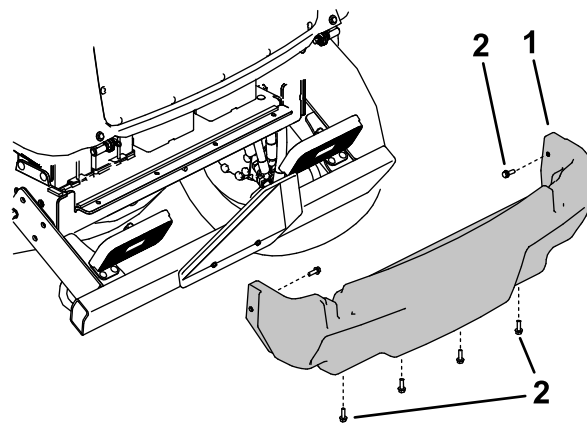

**Figure 111**
4. Desserrez les boutons et déposez les deux tôles de protection latérales (Figure 111).
5. Reposez les tôles de protection latérales (Figure 111).